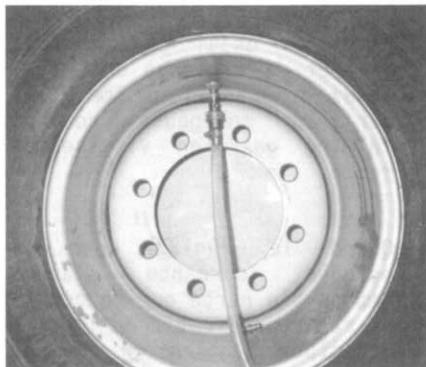

Bild 58
5. Lösung von einem höher liegenden Behälter einlaufen lassen (Bild 58).
5. Let the solution flow in from a higher positioned reservoir (fig. 58).
5. Placer le récipient avec la solution à un endroit plus haut que le pneu pour un remplissage sous charge (fig. 58).